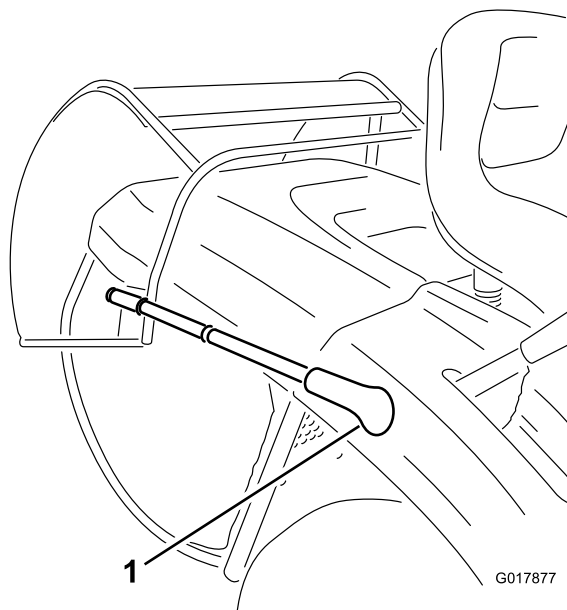

Figura 15
3. Tirate in avanti la leva di scarico del cesto di raccolta e inclinate il cesto (Figura 15).